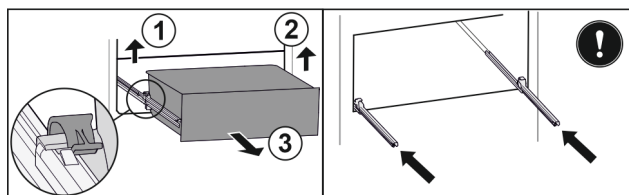

Fig. 156
- Linke Klemme anheben und gleichzeitig Schubfach links nach vorne ziehen. Fig. 156 (1)
- Rechte Klemme anheben und gleichzeitig Schubfach rechts nach vorne ziehen. Fig. 156 (2)
- Schubfach nach vorne entnehmen. Fig. 156 (3)